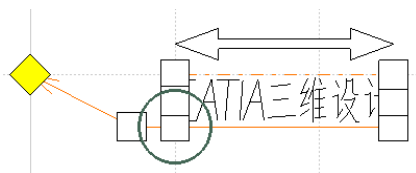

图 7-16
(2) Text with Leader, 输入文字后, 可变换箭头位置 (见图 7-16)。